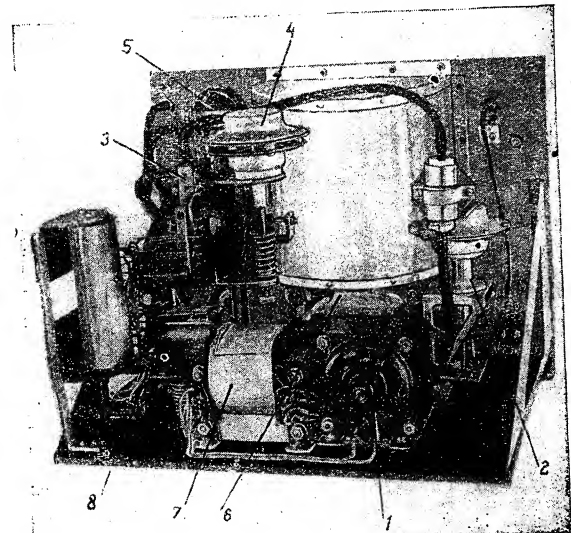

Рис. 2.
На механическом блоке (рис. 2) смонтирован электромотор (1) с редуктором, насос (2), предохранитель-